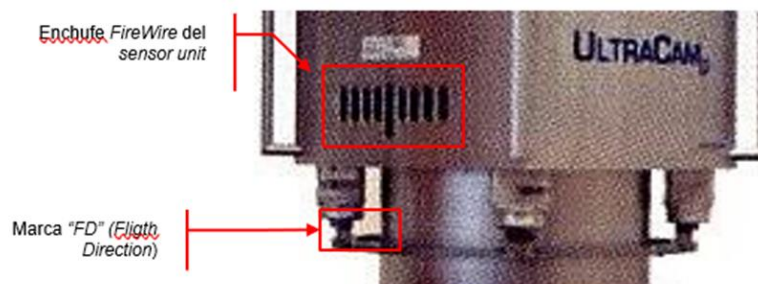

Figura 44. Como utilizar las guayas de seguridad del SU
1. Asegure el anillo adaptador de la cámara al sensor unit (SU) verificando que la marca FD en el anillo adaptador esté en el mismo lado del enchufe FireWire del sensor unit (SU), ver Figura 44.